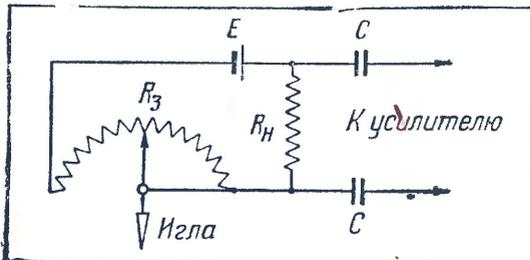

Рис. 1
Первый способ, известный под названием реостатного, поясняется на рис. 1.
Указанные в схеме рис. 1 конденсаторы (C) являются условными и ставятся в тех случаях, когда нужно отделить цепь постоянного тока адаптера от других элементов схемы.
Включив адаптер по схеме рис. 1, мы можем получить на R_n переменное напряжение звуковой частоты.